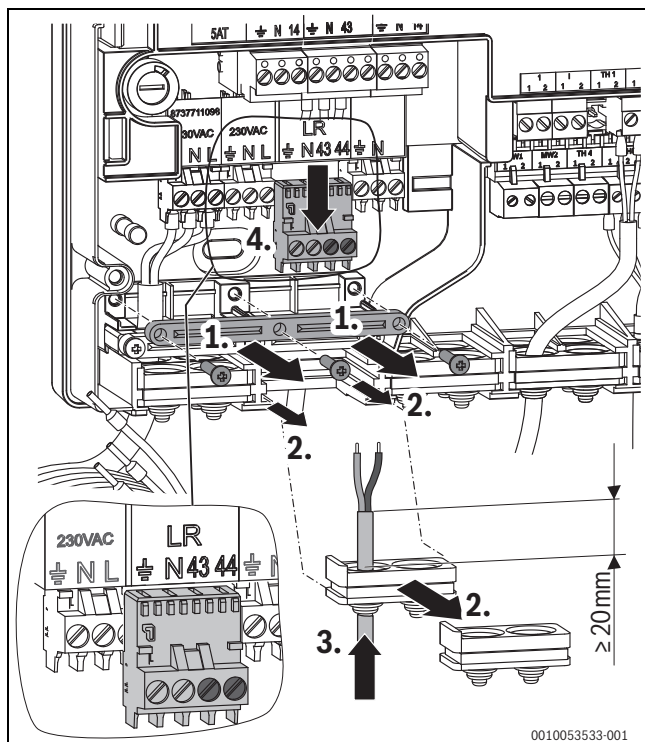

Fig. 30 Raccordement de l'alimentation électrique de 230 V de l'appareil de régulation externe (conduite PH0 non représenté)
- ▶ Retirer les trois vis et enlever le serre-câbles, (→ Fig. 30, étape 1.).
- ▶ Retirer les deux bornes de raccordement (→ Fig. 30, 4.).